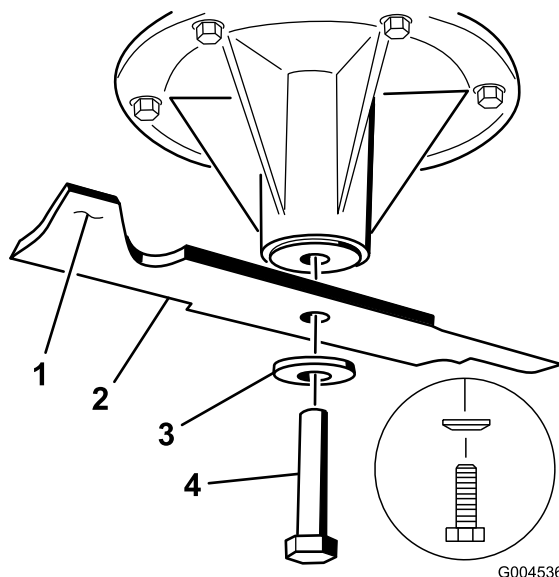

Figura 113
- Instale lâmina no eixo (Figura 113).
- Instale o disco de mola e o parafuso da lâmina (Figura 113).
Nota: O cone do disco de mola deve ser montado virado para a cabeça do parafuso (Figura 113).